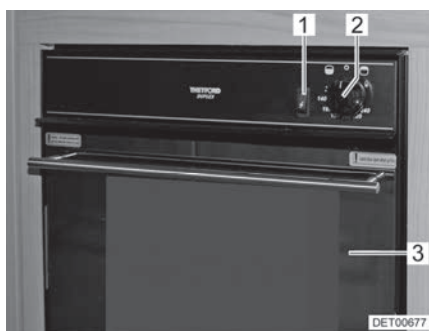
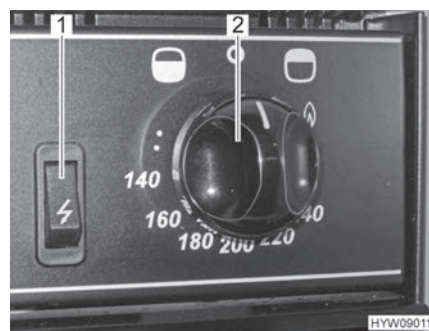

Bild 131 Gasugn med grill
Bild 132 Reglage (gasugn med grill)
- Öppna ugnsluckan (Bild 131,3) helt.
- Tryck vridregulatorn (Bild 131,2 och Bild 132,2) och ställ den moturs (i riktning mot ugn-symbolen "☼") till maximal ställning.
- Tryck på vridregulatorn (Bild 131,2 och Bild 132,2) under 5 till 10 sekunder. Gasen strömmar till brännaren.
- Tryck på tändaren (Bild 131,1 och Bild 132,1) tills lågan tänds.
- Tryck vridregulatorn (Bild 131,2 och Bild 132,2) och ställ den medurs (i riktning mot grill-symbolen "☼") till flammans symbol.
- Vrid med vridregulatorn (Bild 131,2 och Bild 132,2) till "0". Flammen slocknar.